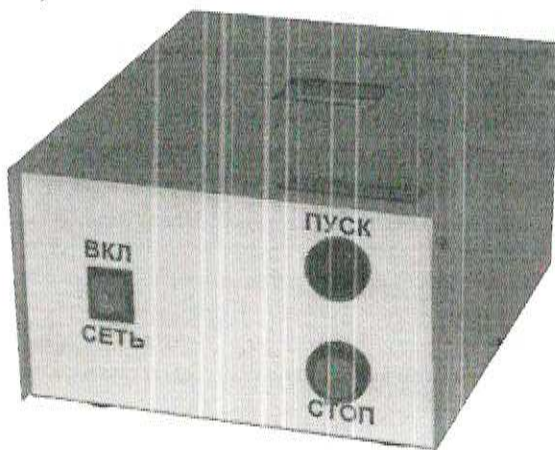

Рис. 2. Преобразователь частоты вращения двигателя, модель ПЧ-2.
4.10. Устройство блока ПЧ-2 (рис.2. Преобразователь частоты вращения двигателя, модель ПЧ-2).